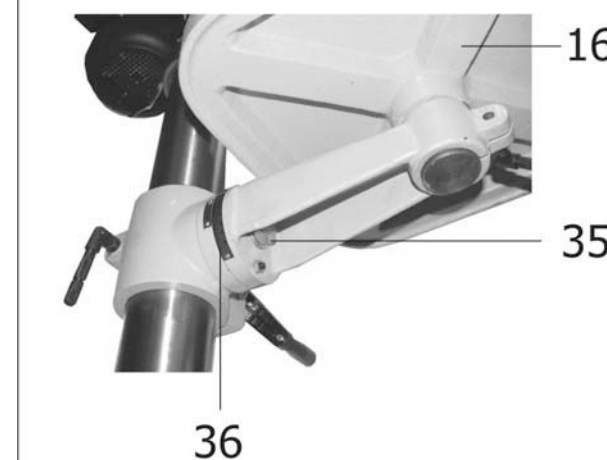

Рис.10
10.9. Для установки угла поворота плоскости рабочего стола (16) относительно шпинделя необходимо ослабить крепление болта (35) и, ориентируясь по шкале (36), изменить угол наклона рабочего стола (16), Рис.10. Затем зафиксировать полученное положение, затянув болт (35), Рис.10.